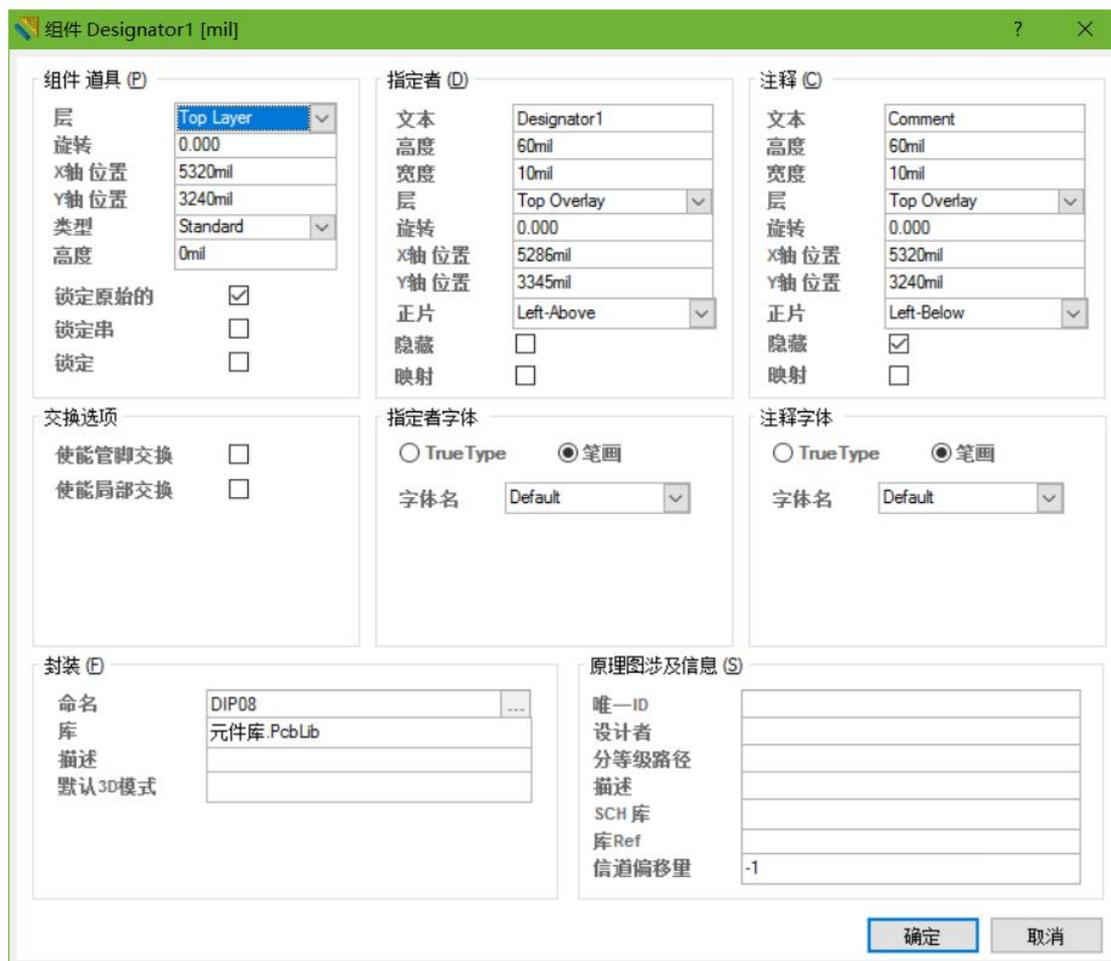

图 5-23 元件属性设置对话框
(3) 在元件放置的过程中按【Tab】键或是双击放置完毕的元件封装弹出图 5-23 所示的元件属性设置对话框。